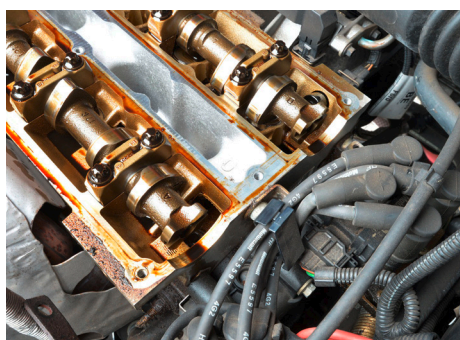

Fig. 1
2. Positionner l'outil de blocage (303-376) sur l'arbre à cames (Figures 1 et 2).